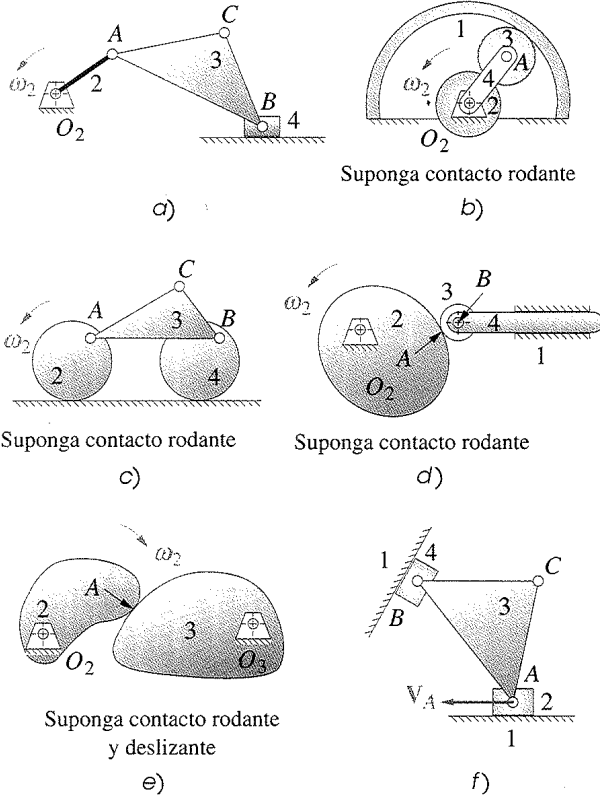

FIGURA P6-5 Problemas de análisis de velocidad y centro instantáneo. Problemas 6-12 y 6-16 a 6-20
- 6-12 Encuentre todos los centros instantáneos de los mecanismos mostrados en la figura P6-5 (p. 222).